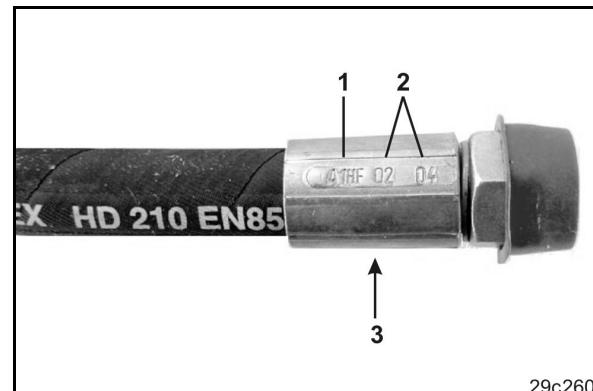

Fig. 179
1. Deșurubați clapeta magnetică (Fig. 179/1) abschrauben.
2. Scoateți bobina magnetică (Fig. 179/2) abnehmen.
3. Deșurubați tija valvei (Fig. 179/3) împreună cu scaunele și curătați-le cu aer comprimat sau cu ulei hidraulic.